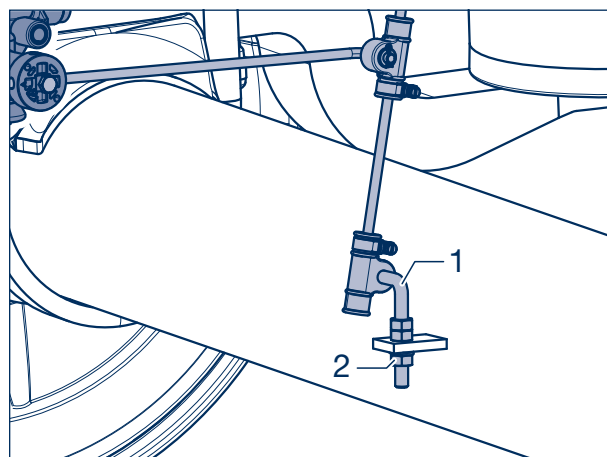

Рисунок 32
- [43] Вставить шарнирное соединение (рисунок 32/1) клапана пневматической подвески в лапку и закрепить гайкой (рисунок 32/2) и пружинным кольцом.